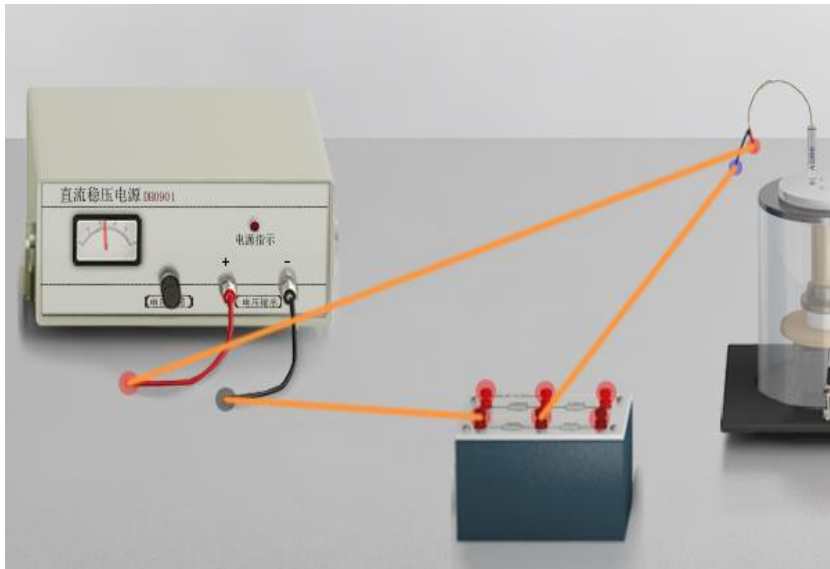
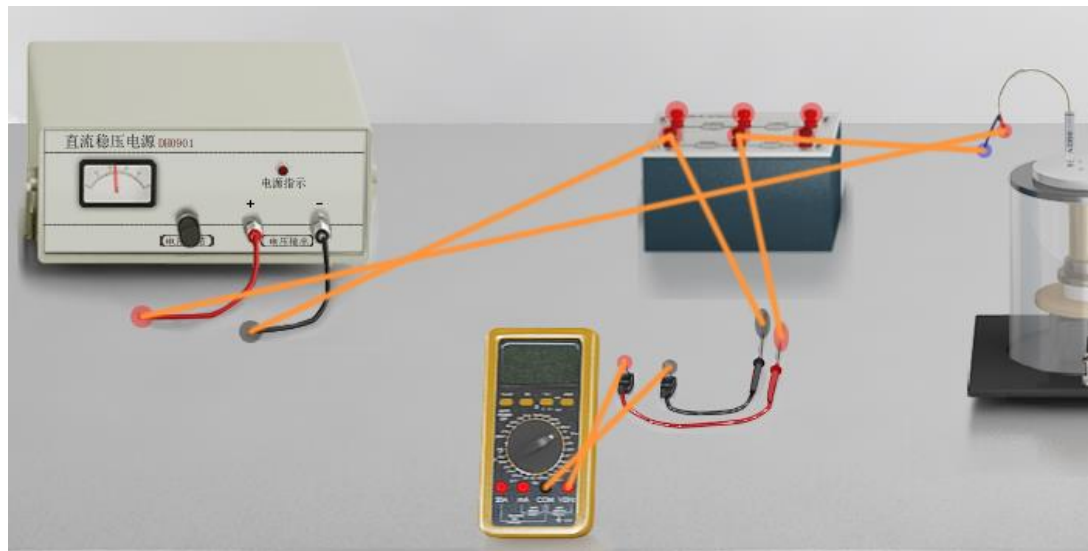

图2
图3
- ①先连接电源（正）-AD590-电阻R（1000欧）-电源（负）的串联回路，注意AD590接线需要正确区分正负极性（红色线头连接电源正极）。如图2。
- ②将黑表笔插进万用表的“com”孔，红表笔插进“VΩHZ”孔，并选择合适的量程（2V 直流）。
- ③区分好待测电压的正负极性，用万用表并联接到电阻R两端测其两端电压。如图3。